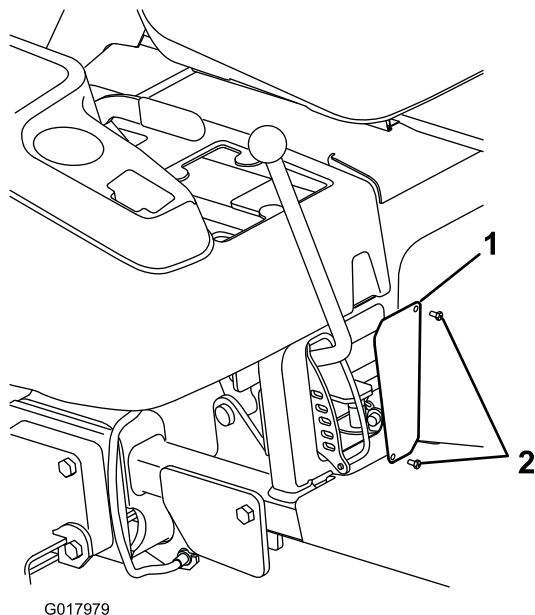

Figura 9
1. Instale la rejilla nueva en el **lado trasero** del hueco del bastidor con 2 tornillos de cabeza redonda (Nº 10 x 1/2 pulgada) (Figura 9).